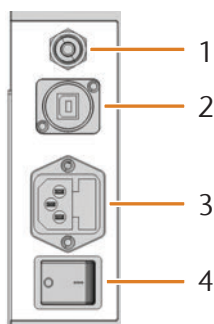

FIG. 2: PANEL DE CONEXIONES EN LA PARTE TRASERA
- [1] Panel de conexiones en la parte trasera (↗ Fig. 2)